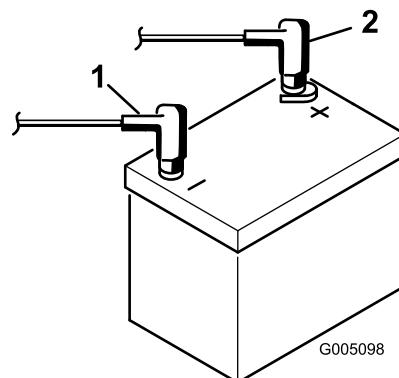

Figura 6
- Conecte el cable positivo (rojo) al borne positivo (+) y el cable negativo (negro) al borne negativo (-) de la batería y sujetelos usando los pernos y las tuercas (Figura 6). Deslice la cubierta de goma sobre el terminal positivo para evitar posibles cortocircuitos eléctricos.